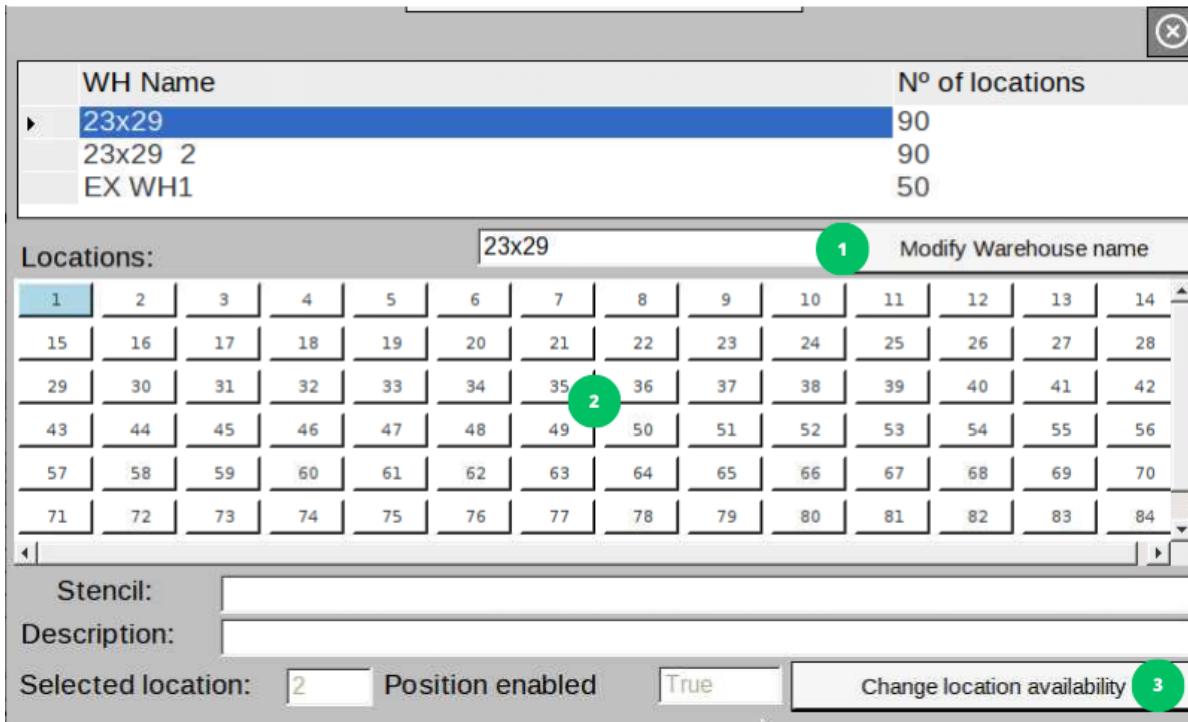

Imagen 5: Pantala de configuración de los almacenes
2. Introduce el nuevo nombre deseado en el control de texto marcado con el **número 1** en la imagen 5.